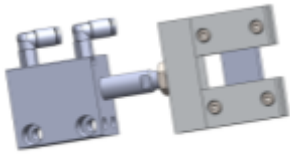

Figure 7
Étape 3 : Dévisser les 2 vis à l'aide d'une clé Allen et d'une clé à fourche et extraire le dispositif de coupe. (Voir figure 7)